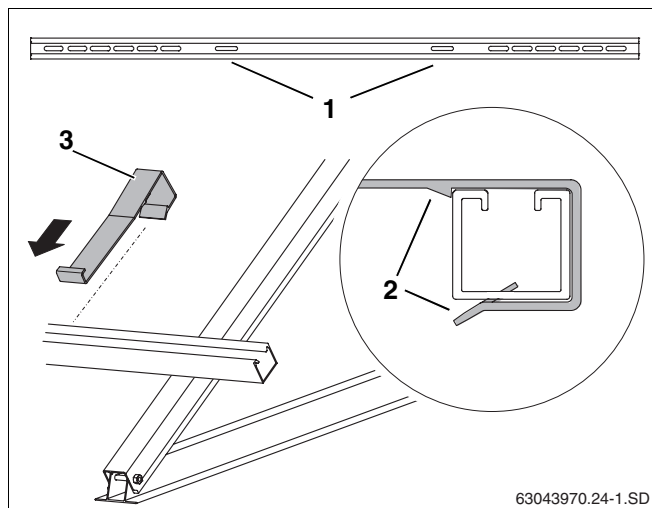

Fig. 36 Encaixar a protecção contra deslizamento.
- Empurrar cada protecção contra deslizamento (fig. 36, **item 3**) nos furos oblongos interiores (fig. 36, **item 1**), a partir de fora, sobre os perfis, até que encaixem (fig. 36, **item 2**).